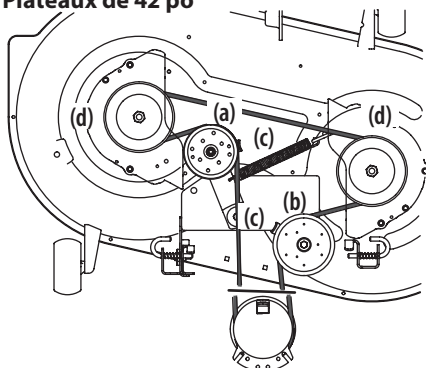
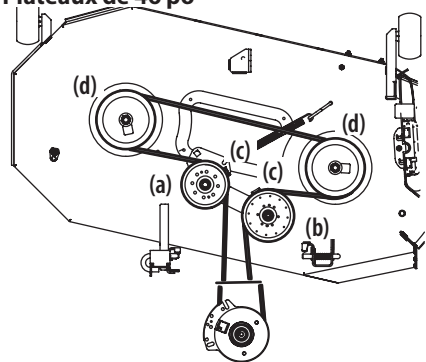
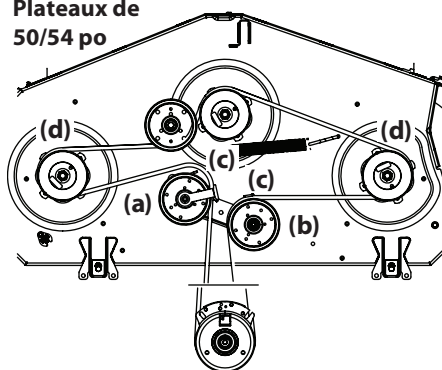
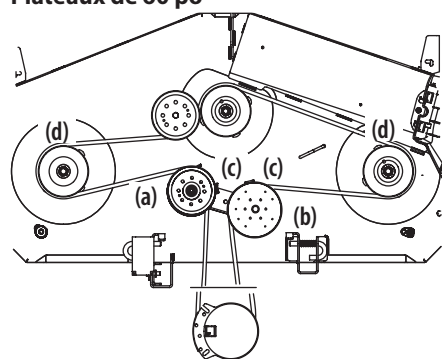

Figure 45
Figure 46
Figure 47
Figure 48
2. Desserrez, mais ne retirez pas le matériel du galet tendeur droit (a) et gauche (b). Consultez la Figure 45 pour les plateaux de 42 pouces, la Figure 46 pour les plateaux de 46 pouces, la Figure 47 pour les plateaux de 50 et 54, et la Figure 48 pour les plateaux 60 pouces.